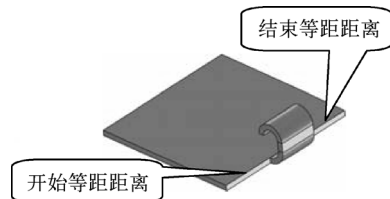

图 6-56 “斜接法兰”距离侧边的距离
- “起始/结束处等距”卷展栏: 用于设置斜接法兰距离两个侧边的距离, 如图 6-56 所示。